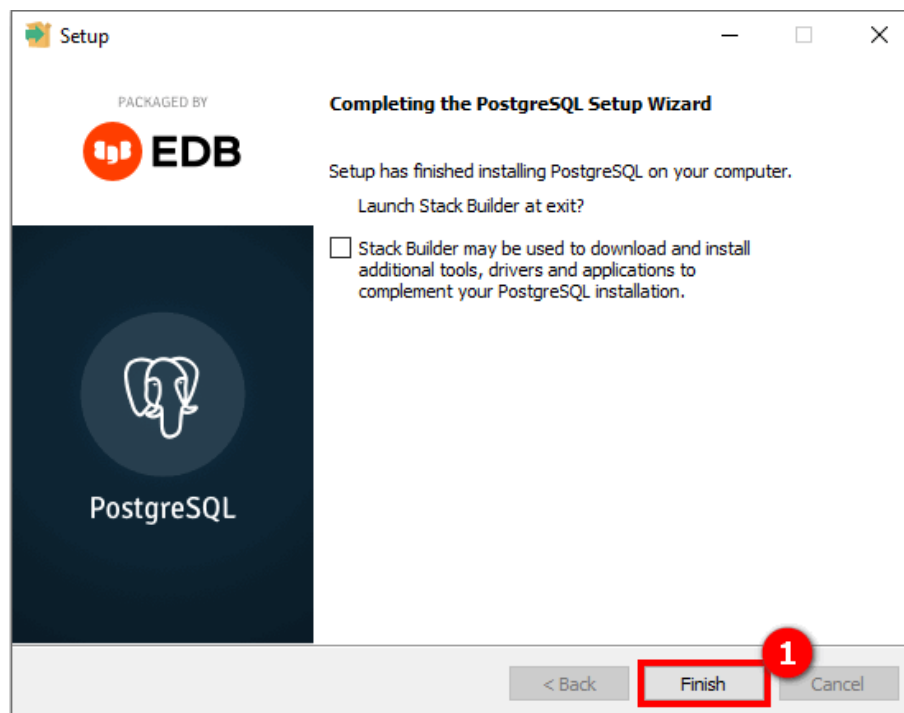

Рисунок 12 – Окно установки СУБД PostgreSQL
Установка завершена успешно, нажимаем кнопку **Finish** (1) (см. рисунок 12).